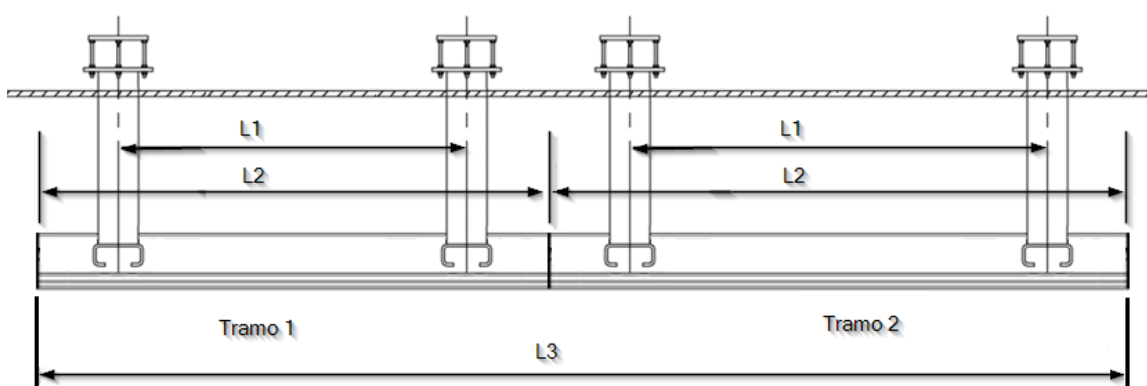

Fig. 5 Pièces. Assemblage de deux têtes de lit suspendues
Un élément mobile qui se déplace sur une longueur définie à l'intérieur d'une section de TOR avec deux tubes structurels de 38 mm de diamètre sur lesquels d'autres éléments accessoires peuvent être soutenus. La distance entre les tubes (L) peut être de 300 mm, 500 mm et 700 mm. La figure 5 illustre la variante de 300 mm et celle de 700 mm.